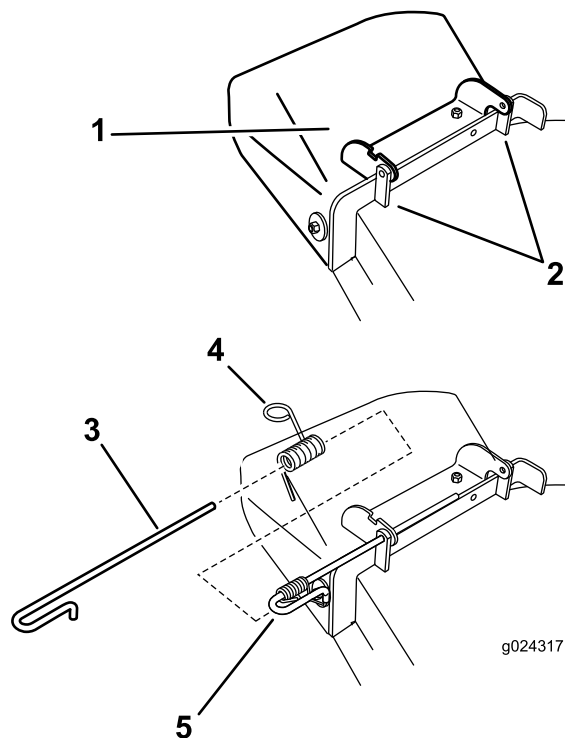

Figure 70
1. Désengagez le ressort du cran dans le support de déflecteur et sortez la tige des supports soudés du tablier, du ressort et du déflecteur d'éjection (Figure 70).
3. Positionnez le nouveau déflecteur d'éjection en plaçant les extrémités du support entre les supports soudés du tablier, comme illustré à la Figure 70.
4. Montez le ressort sur l'extrémité droite de la tige. Positionnez le ressort sur la tige comme montré à la Figure 70, de sorte que l'extrémité la plus courte du ressort sorte du dessous de la tige avant le coude et passe par-dessus la tige à son retour.